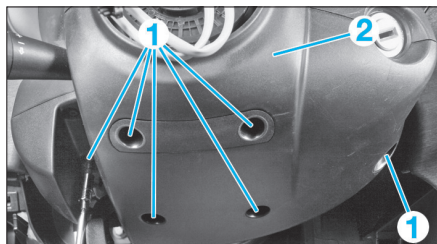
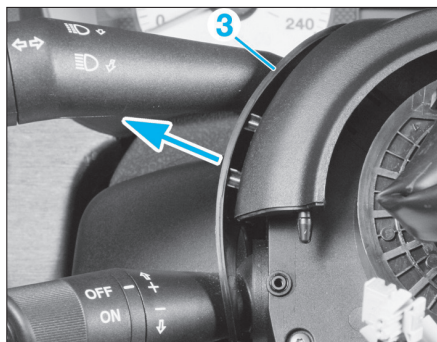

FIG. 3
FIG. 4
- Déposer les vis (1) de la garniture inférieure (2) de la colonne de direction (Fig.3).
- Déclipser la garniture inférieure (2) et la déposer.
- Déclipser la garniture latérale (3) de commande de clignotant (Fig.4).